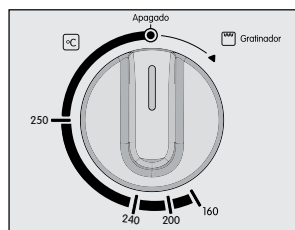

Figura 42. Selector de temperatura – con función de gratinado
3. Gire el selector de temperaturas en el sentido de las manecillas del reloj hasta la posición  (Ver figura 42).